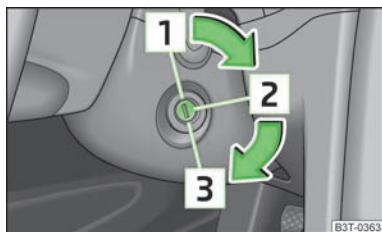

Fig. 113
- Apăsăți pedala de ambreiaj până în podea, cuplați contactul 2 și porniți 3 » fig. 113 - nu accelerați. Mențineți complet apăsată pedala de ambreiaj până când pornește motorul.
Oprțiți motorul prin rotirea cheii de contact în poziția 1 » fig. 113.